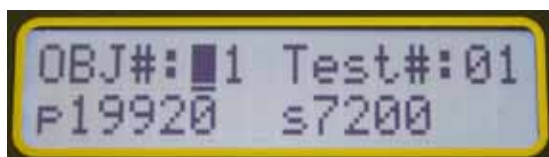

Abb. 5-1
- Schließlich zeigt das Instrument auf der Hauptanzeige: Art und Test-Modus, Filter, Speicher-Modus und aktuelle Typenschild-Werte (Abb.5-1)